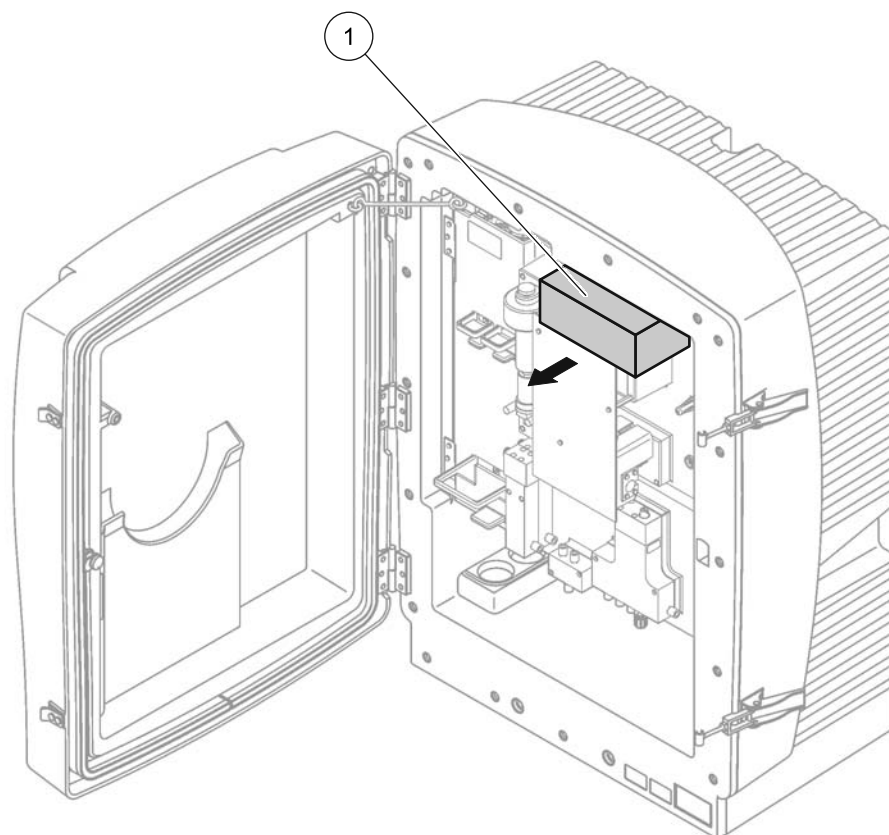

Рисунок 9 Снимите транспортировочные фиксаторы панели анализатора
2. Снимите транспортировочный фиксатор на панели анализатора (Рисунок 9).